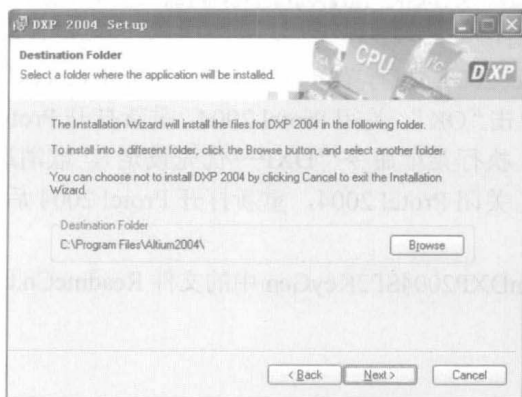

图 1-5 选择安装目标文件夹对话框
(4) 单击 **Next >** 按钮, 将出现选择安装目标文件夹对话框, 如图 1-5 所示。该对话框提供了安装 Protel 2004 的默认文件夹; 如果要更改, 可以单击 **Browse** 按钮, 选择安装文件夹。